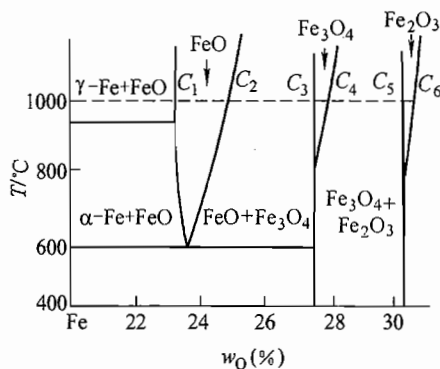

图 25-1 第二题第 5 小题图
2. 拉伸单晶铜，拉力轴方向为 $[001]$ ， $\sigma = 10^6\text{Pa}$ 。求在 (111) 面上一个 $b = \frac{a}{2} [10\bar{1}]$ 的螺位错线所受的力（已知铜的点阵常数 $a = 0.36\text{nm}$ ）。
4. 在面心立方晶胞中, 分别画出 (101) 、 $[10\bar{1}]$ 和 $(\bar{1}\bar{1}\bar{1})$ 、 $[1\bar{1}0]$, 并指出哪些是滑移面、滑移方向; 就图中情况能否构成滑移系?
5. 利用 Fe-O 相图 (见图 25-1), 分析纯铁在 1000°C 氧化时, 氧化层内的组织与氧浓度分布规律, 画出示意图。